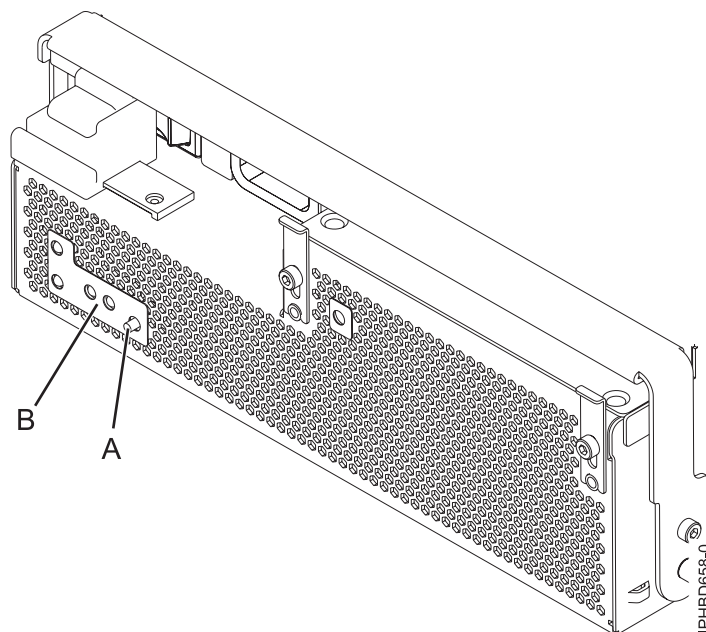
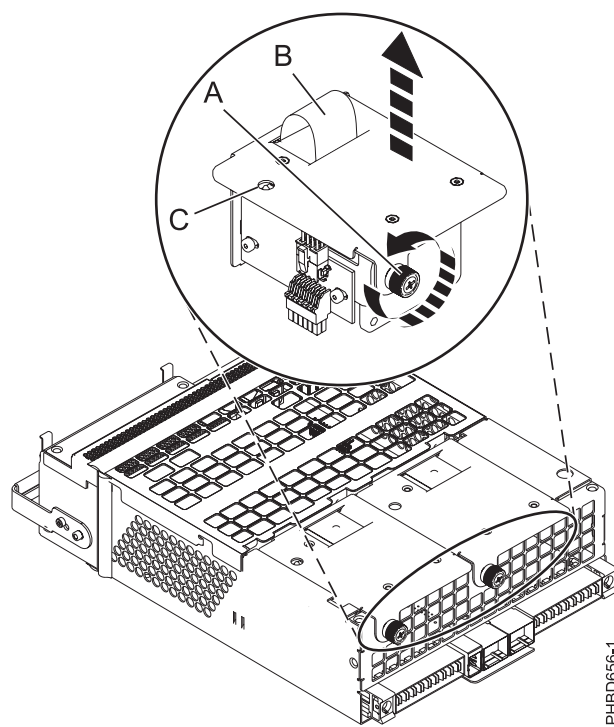

Figura 16. LED de error de ventilador y botón de identificación de ventilador
Figura 17. Extracción de un ventilador
Nota: Si un ventilador falla, el LED de error ámbar del ventilador **(B)** en la parte frontal del conjunto de convertidor fuera de línea (OCA), tal como se muestra en la Figura 16 en la página 17, está encendido de forma continua.
- a. Para identificar el ventilador anómalo, Pulse el botón de identificación del ventilador (A), como se muestra en la Figura 16. Un LED de error de ventilador izquierdo o derecho ámbar (C) encendido de manera continua, como se muestra en la Figura 17, indica un ventilador anómalo.
- b. Afloje el tornillo de mano (A) que sujeta el ventilador en el conjunto de fuente de alimentación, como se muestra en la Figura 17.
- c. Utilice el asa empotrada del ventilador **(B)** para levantar el ventilador del conjunto de fuente de alimentación, como se muestra en la Figura 17 en la página 17.